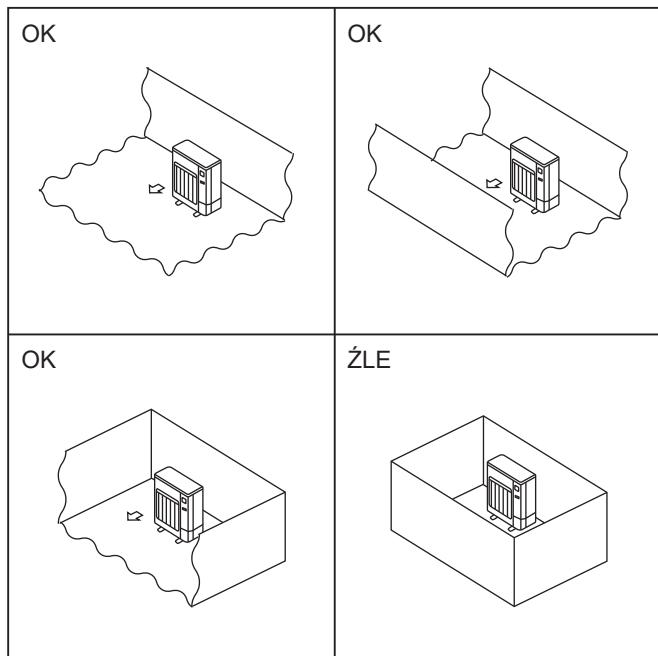

Fig. 2-1
- Jednostki zewnętrzne należy instalować w miejscach, które są otwarte z co najmniej jedną z czterech stron i oferują dostatecznie dużą powierzchnię bez zagłębień. (Fig. 2-1).